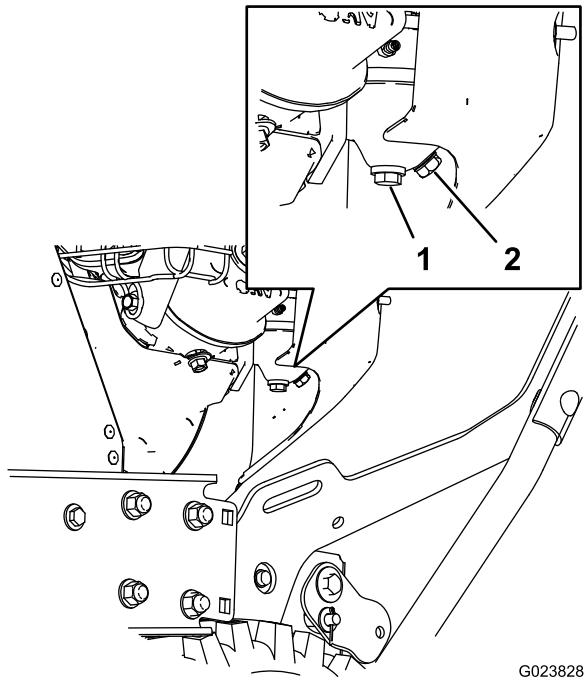

Рисунок 28
- Найдите винтовую сливную пробку, расположенную в боковом отверстии поплавковой камеры карбюратора (Рисунок 28).